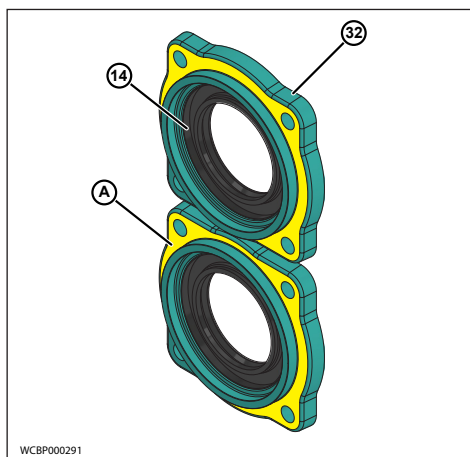

Abbildung 72 - Dichtmittel von der Aufnahme entfernen
4. Entfernen Sie das Silikon-Dichtmittel (Abbildung 72, Pos. A) von Lageraufnahme (32) und Getriebegehäuse.